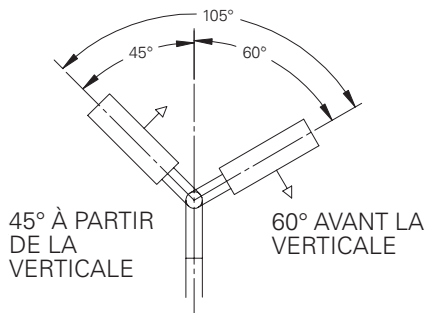

Figure 5
3. Fermer le moteur lumière (sous-ensemble DEL) en faisant pivoter l'ensemble de moteur lumière et s'assurer que la pince de rétention/verrou est poussée pour s'engager correctement avec le boîtier du circuit de commande. Serrer ensuite les quatre (4) vis de montage n° 20 de 1/4 X 3,5 po au couple de 40 po-lb (4,5 N-m). S'assurer que le câblage ne s'est pas coincé lors de l'installation.
4. Pour les derniers ajustements verticaux, desserrer les boulons à œil de l'étrier du luminaire afin de le positionner dans le bon angle conformément à la figure 5.
5. Faire pivoter le boîtier du luminaire dans la position voulue. Voir la figure 5.
6. Serrer les deux (2) boulons à œil 1/2-13 au couple de 45 pi-lb (61 N-m) et les deux (2) boulons d'angle 5/16-18 au couple de 25 pi-lb (33 N-m).